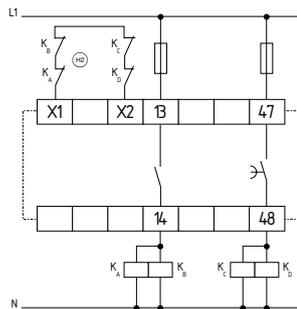

Fig. 21
**Controllo a due canali con circuito di ripristino (vedere Fig. 21)**